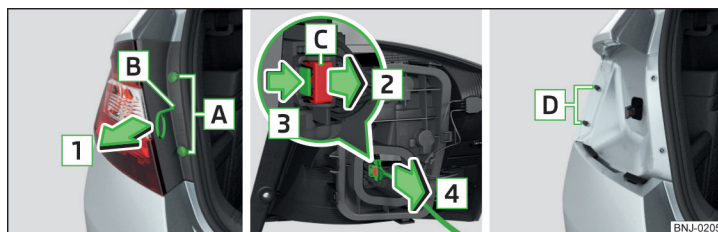

Fig. 216 Demontarea lămpii/scoaterea conectorului
- › Țineți lampa cu suprafața palmei și trageți-o afară cu grijă, în sensul săgeții **1** » fig. 216 din bolțul **D**.
- › Asigurați elementul de blocare în sens contrar săgeții **2** » fig. 216.
- › Introduceți lampa cu orificiile **B** » fig. 217 la pagina 197 pe bolțurile **D** » fig. 216 din caroserie.